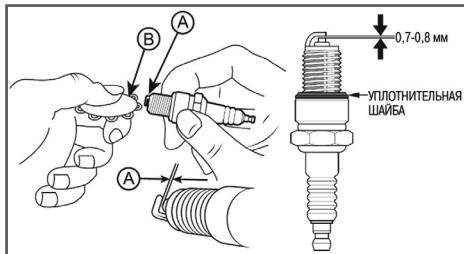

Рис. 26 Проверка межэлектродного зазора
4. Измерьте зазор А между электродами свечи зажигания специальным щупом В. Зазор должен быть  $0,7-0,8$  мм (Рис. 26). При увеличении или уменьшении требуемого зазора, рекомендуется заменить свечу, так как регулировка зазора может привести к изменению качества искрообразования.